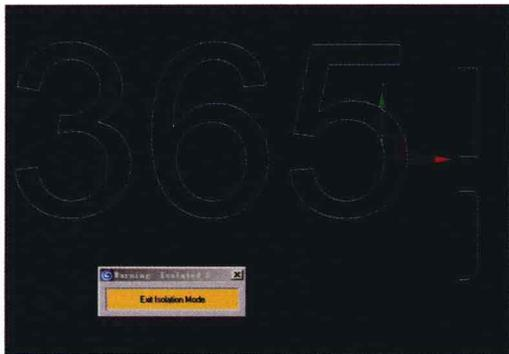

图 1-20
1. 用【Text】(文本)工具，在【Front】(前)视图创建“365”的文字，命名为“A组文字”，文字大小和字体自定。配合【Shift】键用【移动】工具向下复制文字，命名为“B组文字”。选择“A组文字”，按下键盘“Alt+Q”键将其孤立，使其他的物体暂时隐藏。在“A组文字”右边，用【Line】(线)绘制如图所示图形，对其进行微小的圆角处理：上面是没有圆角的线，下面是圆角后的线。如图 1-20 所示。